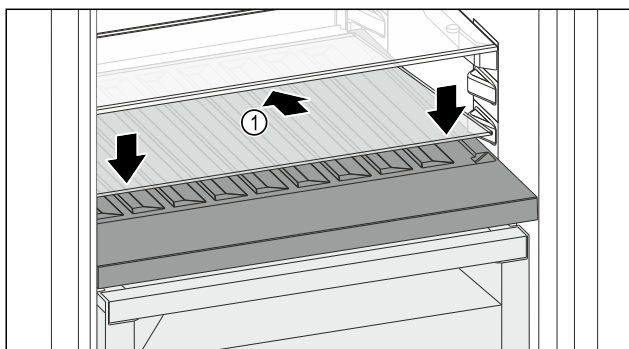

Fig. 142
- Skleněnou desku Fig. 142 (1) zasuňte šikmo a skloněnou dozadu dolů.
- Skleněnou desku Fig. 142 (1) vpředu spusťte dolů.